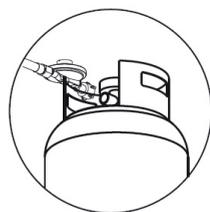

Fig. 3
4. Branchez le détendeur sur la bouteille de gaz (figure 3 ci-dessus). Reportez-vous aux instructions relatives à l'installation du détendeur et de la bouteille.